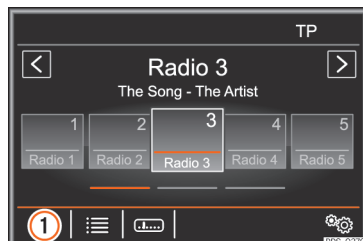
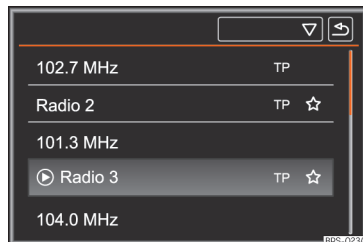

Abb. 201 Hauptmenü RADIO mit TP-Anzeige.
Abb. 202 Senderliste mit TP-Anzeige.
kehrsinformationssender empfangbar ist. Die Sender mit Verkehrsinformationen werden im Hauptmenü **RADIO** durch **TP** » Abb. 201 und » Abb. 202 angezeigt.
Wenn die Verkehrsfunküberwachung aktiviert ist, wird im Audio-Modus oben rechts **TP** angezeigt » Abb. 201. Verkehrsmeldungen des derzeit gehörten Senders oder des korrespondierenden Verkehrsinformationssenders werden im Audio-Modus eingespielt.
ODER: Tippen Sie auf die Funktionsfläche »» **Abb. 201 ①** und wählen Sie das Frequenzband **FM**.
ODER: Tippen Sie auf die Funktionsfläche **» Abb. 201 ①** und wählen Sie das Frequenzband **AM**.
ODER: Tippen Sie auf die Funktionsfläche **» Abb. 201 ①** und wählen Sie das Frequenzband **DAB**.